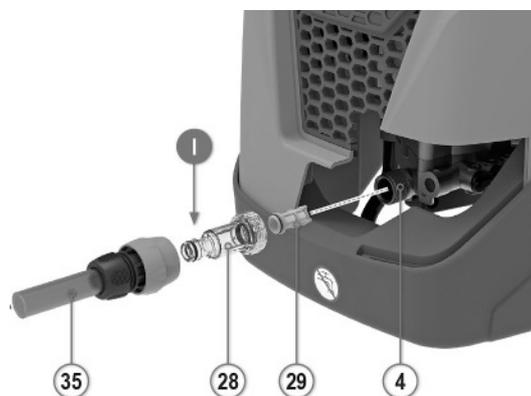

Abb. 12: Vorbereitung für den Betrieb Teil 2
Schritt 5: Mit einer Schnellkupplung (Typ GARDENA® oder gleichwertig) einen Versorgungsschlauch (35, Abb.12) mit einem Innendurchmesser von 13 mm/0,51 in an der Kappe des Wasserzulauffilters (28, Abb.12) befestigen. Bedienablauf I von Abb. 12.